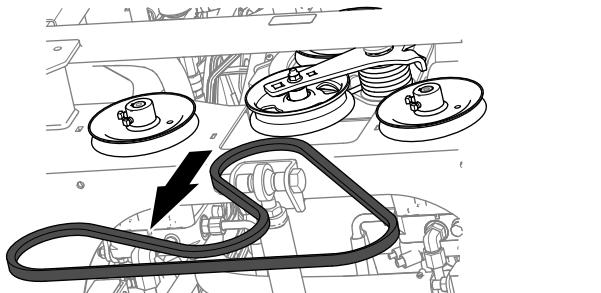

Figure 91
3. Déchausez la courroie des poulies (Figure 91).